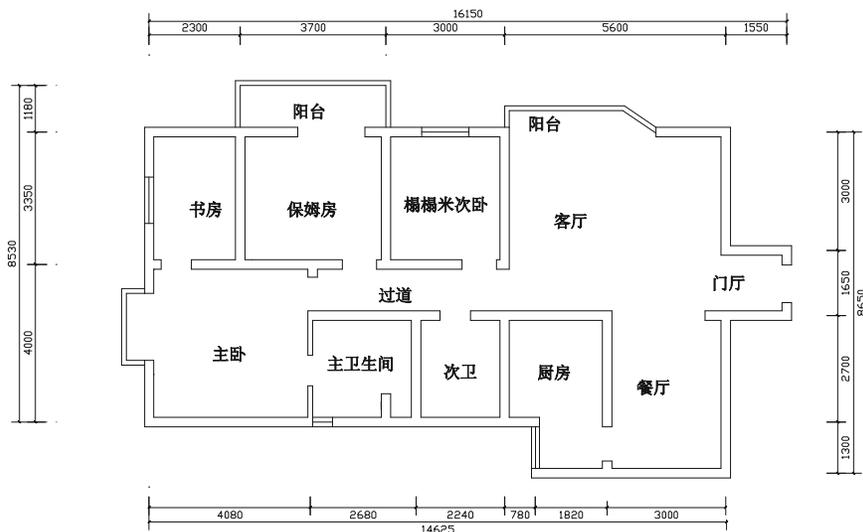

图 6-1-1
本案例以如图 6-1-1 所示的平面图为例，应用 AutoCAD 2004 的相关命令绘制它的室内布局图，该平面图的绘制步骤就不一一介绍，一般情况，在进行家装设计时，业主至少要提供一张如图 6-1-1 所示的装饰基准图，否则只有到现场测量尺寸并根据测得的尺寸绘制出装饰设计的基准图。所以该案例就介绍平面布局图的绘制方法。
**STEP 01** 使用 Ctrl+O 键或单击标准工具栏上的打开按钮, 弹出打开对话框, 在该对话框中找到如图 6-1-1 所示的文件(光盘目录: \源文件与素材第 6 章\室内装饰.dwg), 单击“打开”按钮, 即打开该文件。